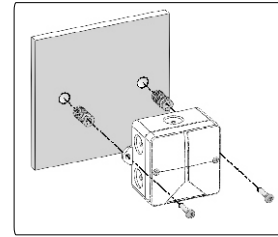

Рисунок 1 – крепление устройства
- закрепить корпус устройства на плоской поверхности (стене) – см. рисунок 1;